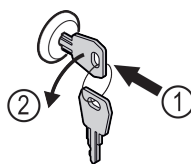

Fig. 162
- ▶ Klíč zasuňte dovnitř. Fig. 162 (1)
- ▶ Otáčejte klíčem o 90° proti směru hodinových ručiček. Fig. 162 (2)